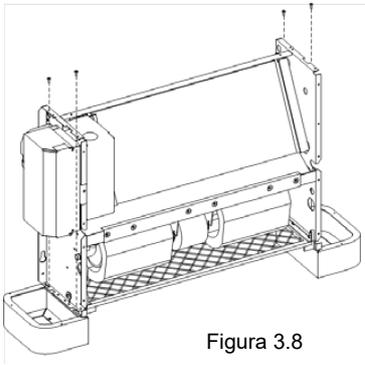

Figura 3.8
- 2) Coloque el aire acondicionado en el soporte de montaje y fíjelo con tornillos (consulte la Figura 3.8).